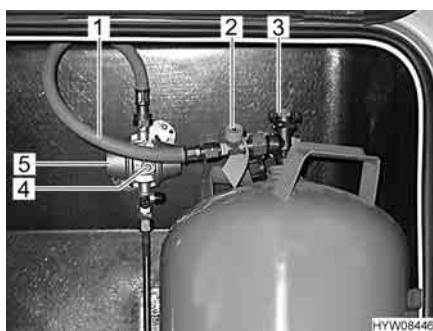

Fig. 61 Raccordo bombola del gas
- Chiudere la valvola principale di arresto (Fig. 61,3) della bombola del gas. Osservare la direzione della freccia.
- Svitare manualmente il tubo del gas (Fig. 61,1), dalla bombola del gas (filettatura sinistrorsa).
- Premere con forza il dispositivo antirottura della tubazione (Fig. 61,2) e tenerlo premuto per ca. 5 secondi.
- Premere con forza il pulsante verde (Fig. 61,4) del regolatore di pressione del gas (Fig. 61,5) e tenerlo premuto per ca. 5 secondi. La sorveglianza della pressione è attivata.